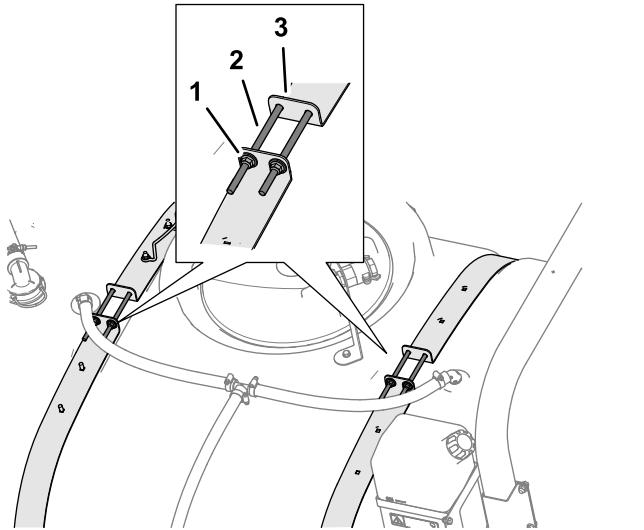

Figura 7
1. Afloje las 4 contratuerzas con arandela prensada y los 4 pernos que sujetan las mitades del fleje del depósito (**Figura 7**).
3. Apriete las 4 contratuercas con arandela prensada y los 4 pernos en la parte superior de los flejes hasta que estos queden enrasados con la superficie del depósito (Figura 7).